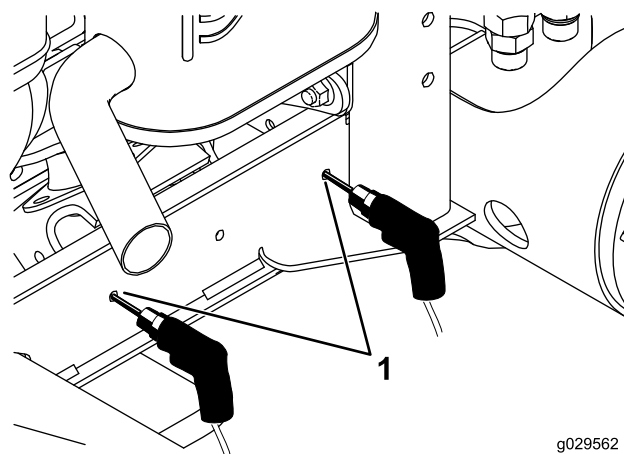

Figura 35
10. En las posiciones marcadas en el paso 8, perfora 2 taladros (7,13 mm de diámetro) a través del canal del bastidor (Figura 35).